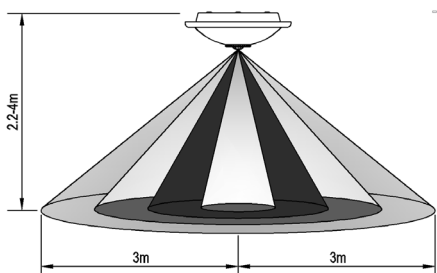

Rys.1
- Odkręć plastikową nakrętkę i wyjmij szklany klosz. (Patrz rysunek 1)